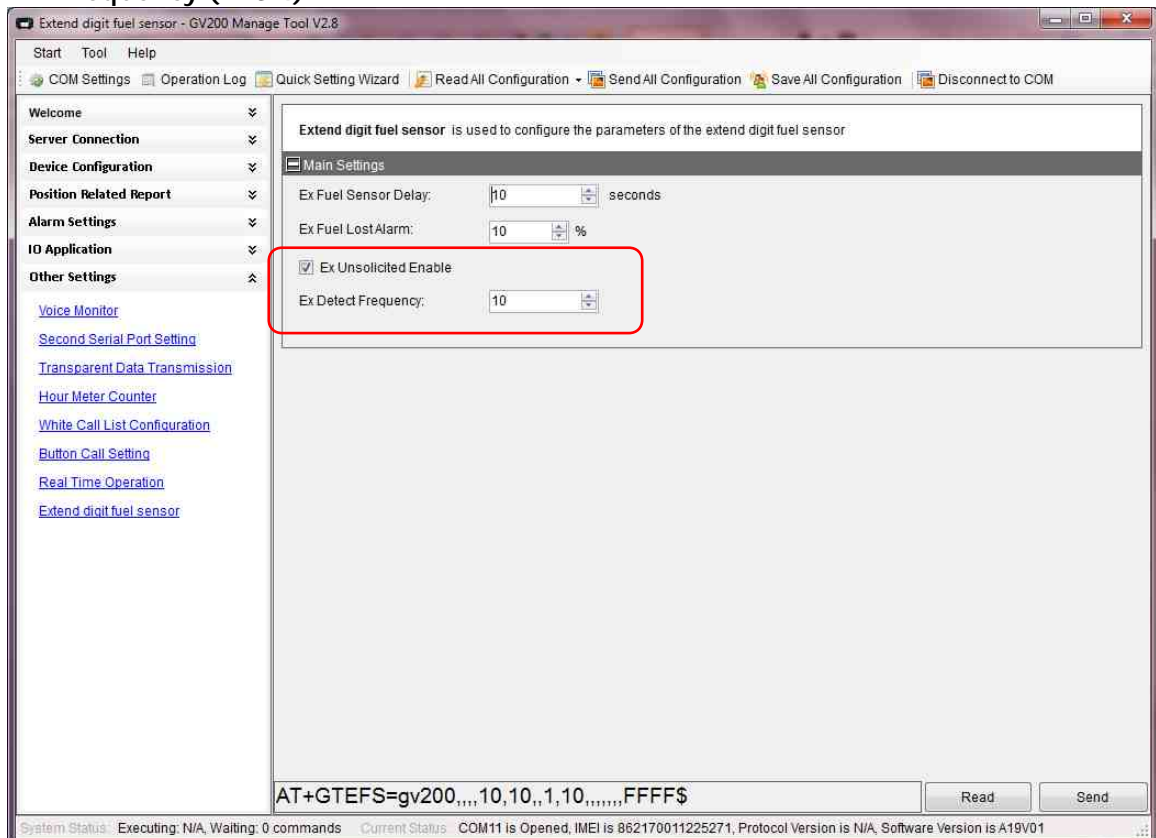

Рисунок 4
3.5. Работа с с ДУТ-Е 232 может быть в режиме автоматической выдачи данных (Ex Unsolicited Enable -вкл) или в режиме по запросу (Ex Unsolicited Enable -выкл). Во втором случае периодичность запросов в секундах устанавливаются Ex Detect Frequency (Рис.4):